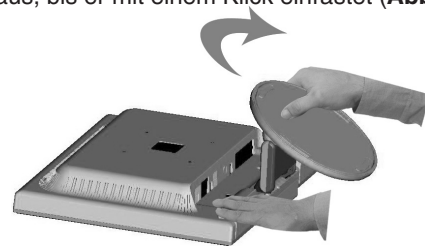

Abbildung 2
2. Halten Sie den Monitor mit einer Hand fest und ziehen Sie den Fuß heraus, bis er mit einem Klick einrastet (**Abbildung 2**).